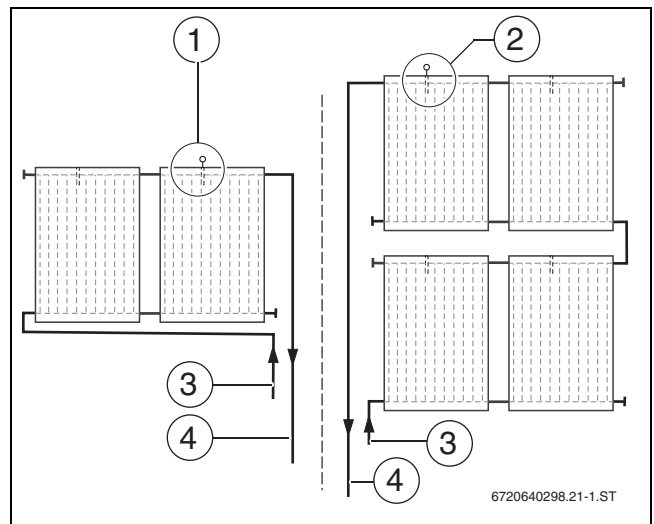

Рис. 57 Расположение датчика коллектора
► Установите датчик в коллектор, к которому подключена подающая линия (→ рис. 57).